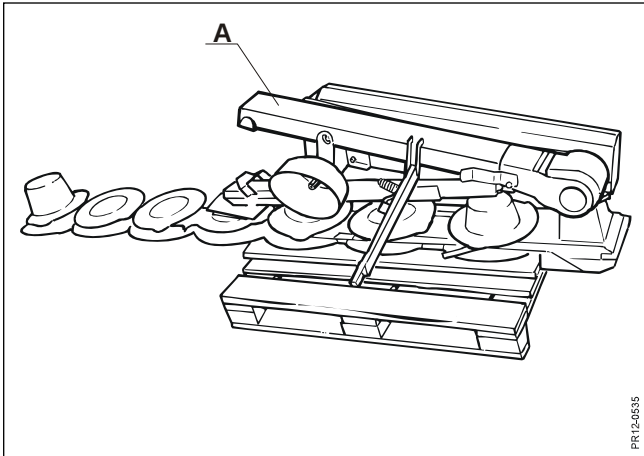

Fig. 1-1
- Fig. 1-1:** Alle løsdeler frigøres fra transportpakningen. Skærebjælken skal foreløbig forblive fastgjort til transportpallen. Udliggerbommen A vippe over i arbejdsstilling.